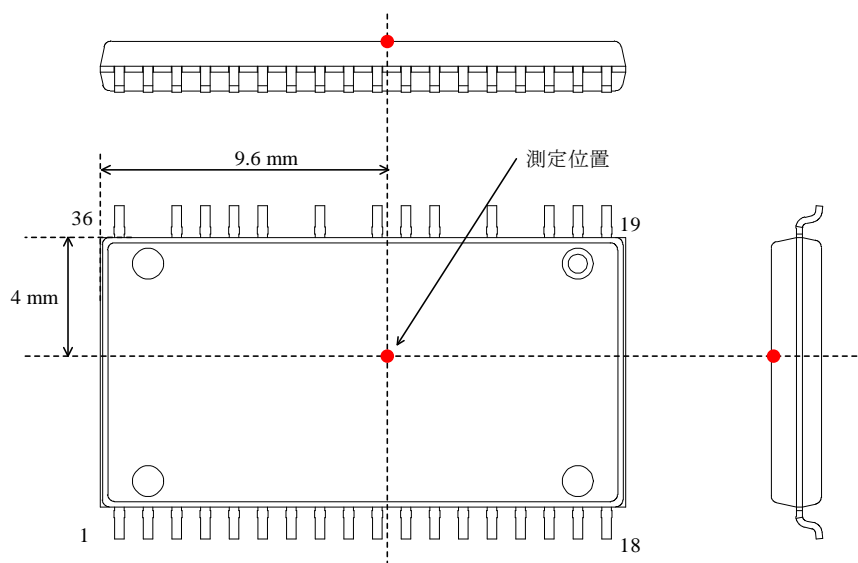

図 3-3 ケース温度測定位置
(2) ケース温度は図 3-3 で規定
(3) CEM-3、厚さ 1.6 mm、銅箔厚 35  $\mu\text{m}$  の基板に実装し、モールドなし、自然空冷の場合